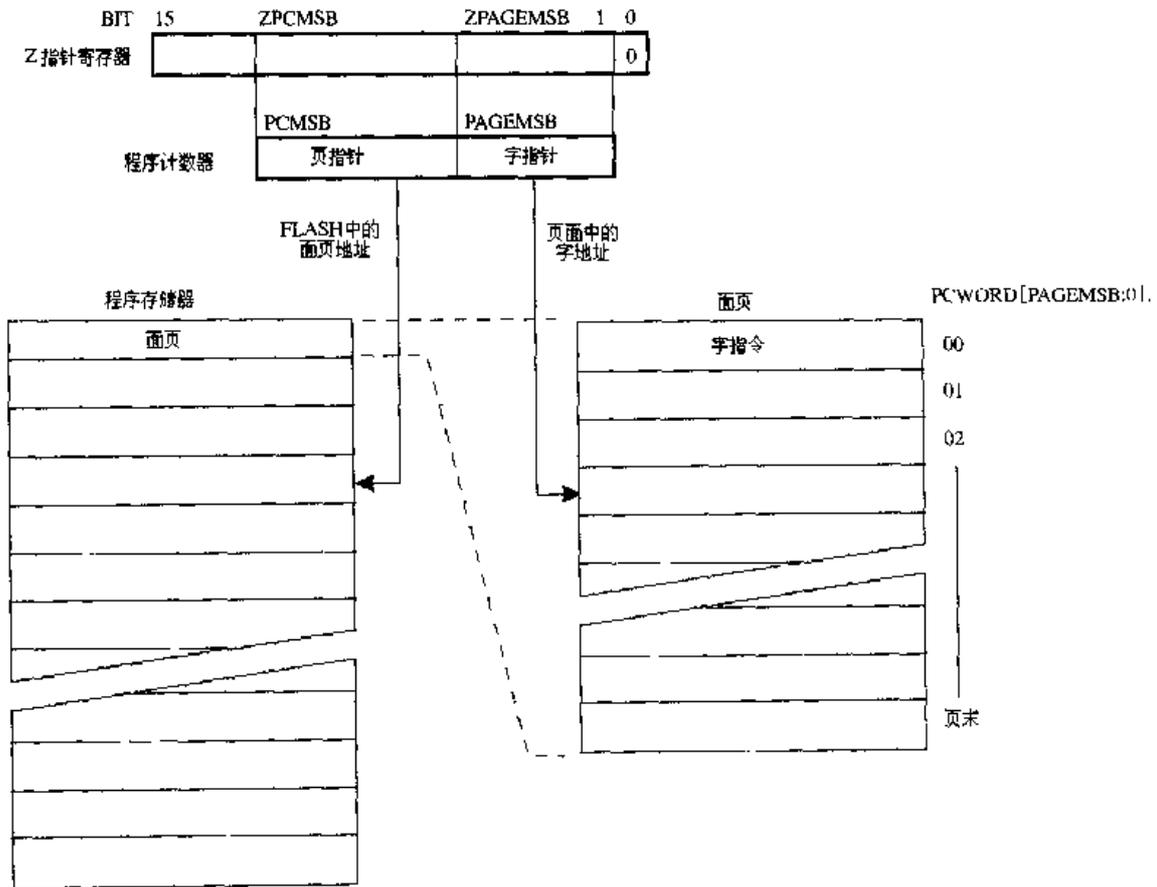

图 2.80 SPM 指令的 Flash 存储器寻址
AVR 的 Flash 程序存储器是按页构成的, 因此程序计数器 (IP) 被分作两段。一段为 IP 的低位部分, 用于对页内的字寻址; 而 IP 的高位部分用于对页的寻址。如图 2.80 所示。由于页擦除和页写入操作是独立寻址的, 因此, 引导加载程序的页擦除和页写入操作只能在同一页进行 (即按页寻址操作)。一旦自编程操作开始, Z 寄存器中的地址被锁存, 此后 Z 寄存器可以用于其他操作。
表 2-69 图 2.80 中各变量的含义和 Z 指针的结构定义